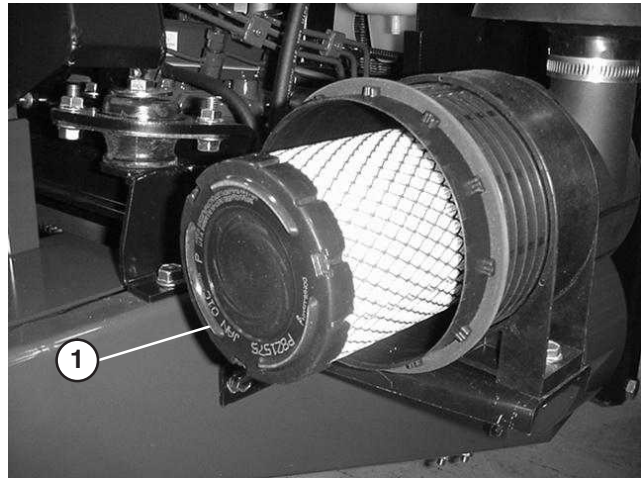

Figure 45
3. Déposez et remplacez l'élément principal (Fig. 45). Il est déconseillé de nettoyer les éléments usagés car cela risque d'endommager le matériau du filtre. Vérifiez que le nouveau filtre est en bon état ; contrôlez l'extrémité étanche du filtre et le corps. N'utilisez pas l'élément s'il est endommagé. Insérez le filtre neuf en appuyant sur le bord extérieur de l'élément pour l'ajuster correctement dans la cartouche. N'appuyez pas sur la partie centrale souple du filtre.